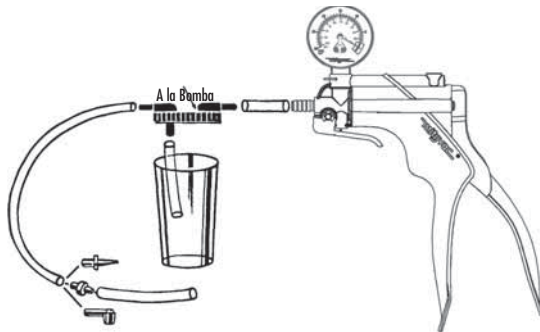

FIGURA 16: JUEGO DE PURGA DEL FRENO
3) Introduzca deslizando  $1\frac{1}{2}$ " de tubo entre la bomba y la tapa del vaso del depósito, en el orificio marcado "TO PUMP" (a la bomba) (FIGURA 16).